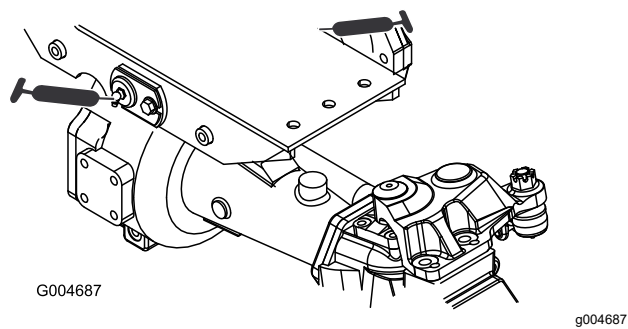

Figure 46
- 2 bagues de pivot d'essieux avant et arrière (Figure 46)